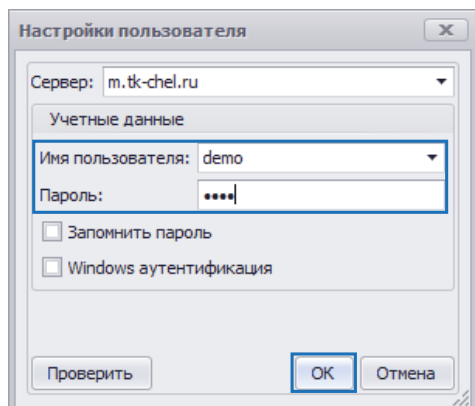

Рис.15. Авторизация по логину и паролю.
- Для выполнения входа на сервер «АвтоГРАФ» от имени пользователя, зарегистрированного на этом сервере в блоке настроек «Учетные данные» введите логин и пароль для доступа на выбранный на сервер и нажмите кнопку «ОК» (Рис.15).